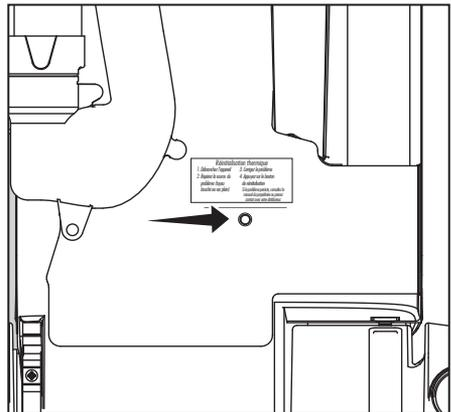

Fig. 2
- Repérez le bouton de réinitialisation de la protection thermique du moteur à l'arrière de l'aspirateur (Fig. 2). Appuyez sur le bouton et continuez à passer l'aspirateur.